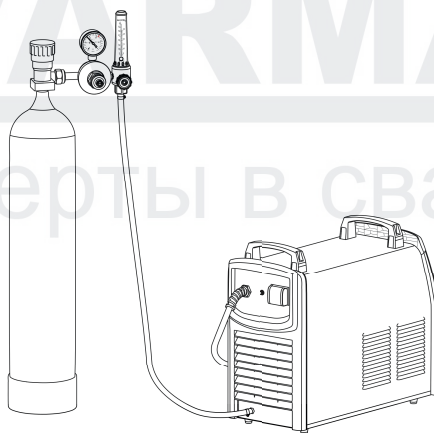

Рисунок 8.4. Подключение защитного газа.
2. Подсоедините газовый шланг к газовому разьему аппарата (п. 3, рис. 6.2) и к газовому редуктору, присоединенному к баллону. При подключении баллон и редуктор должны быть закрыты. Система газоснабжения, состоящая из газового баллона, редуктора и газового шланга, должна иметь плотные соединения (используйте винтовые хомуты), чтобы обеспечить надежную подачу газа и защиту сварочного шва (см. рис. 8.4).